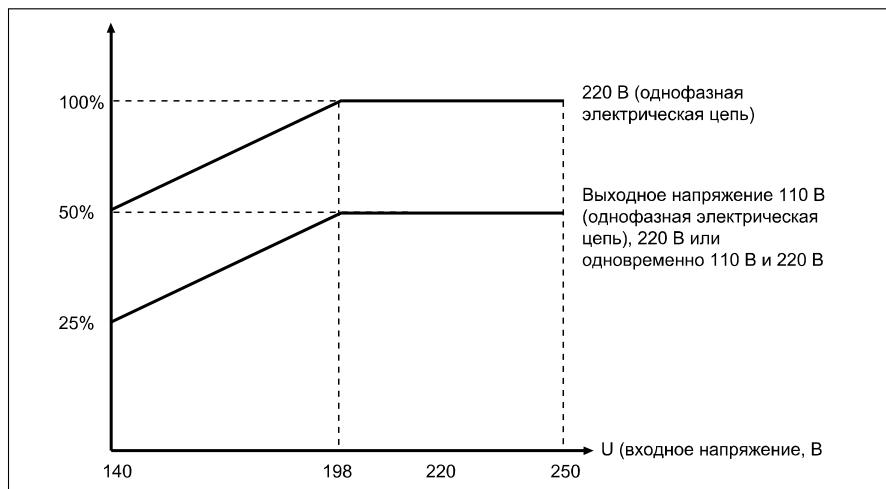

Рисунок 1
1. Перед началом работы убедитесь в том, что напряжение электрической сети находится в пределах диапазона входного напряжения, допустимого для данного устройства. Присоедините провод заземления к разъему заземления (6).
2. Включите регулятор напряжения с помощью выключателя питания/размыкателя цепи (1). На вольтметре выходного напряжения (5) регулятора напряжения должен отображаться отсчет 220 В. Только после того, как вы убедитесь в том, что напряжение является нормальным, вы можете включить оборудование, подключенное к регулятору напряжения.
3. Если регулятор напряжения одновременно выдает напряжение 220 В (4) и 110 В (3), то суммарный ток нагрузки не должен превышать номинальное значение.
4. Если напряжение сети ниже 198 В (см. рисунок 1): используйте это напряжение со снижением мощности в соответствии с кривой выходной мощности.
6. Если регулятор напряжения должен быть выключен, то сначала необходимо выключить присоединенное к нему оборудование с помощью выключателя питания оборудования, а затем выключить регулятор напряжения с помощью выключателя питания/размыкателя цепи (1). Не используйте выключатель питания регулятора в качестве выключателя оборудования.
8. Если переключатель Переключатель времени задержки(2) находится в "выпуклом" положении, устройство находится в режиме длительной задержки. При подаче питания загорается индикатор Normal work (индикатор нормального режима работы), индикатор "отложить" (индикатор задержки) гаснет через 5 ± 2 мин, далее на выходе устройства появляется напряжение. Если устройство находится в состоянии защиты от повышенного или пониженного напряжения, тогда также потребуется 5 ± 2 мин, пока не погаснет индикатор "отложить" (индикатор задержки) в режиме длительной задержки. Затем на выходе устройства снова появится напряжение. (смотрите рисунок справа)